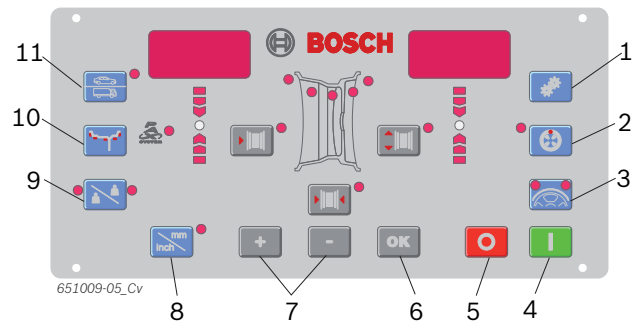

Fig. 5: Tasti disposti sul pannello di comando/pannello di visualizzazione
2. Immettere il numero esistente dei raggi tramite i tasti <-> o <+> (fig. 5, pos. 7).